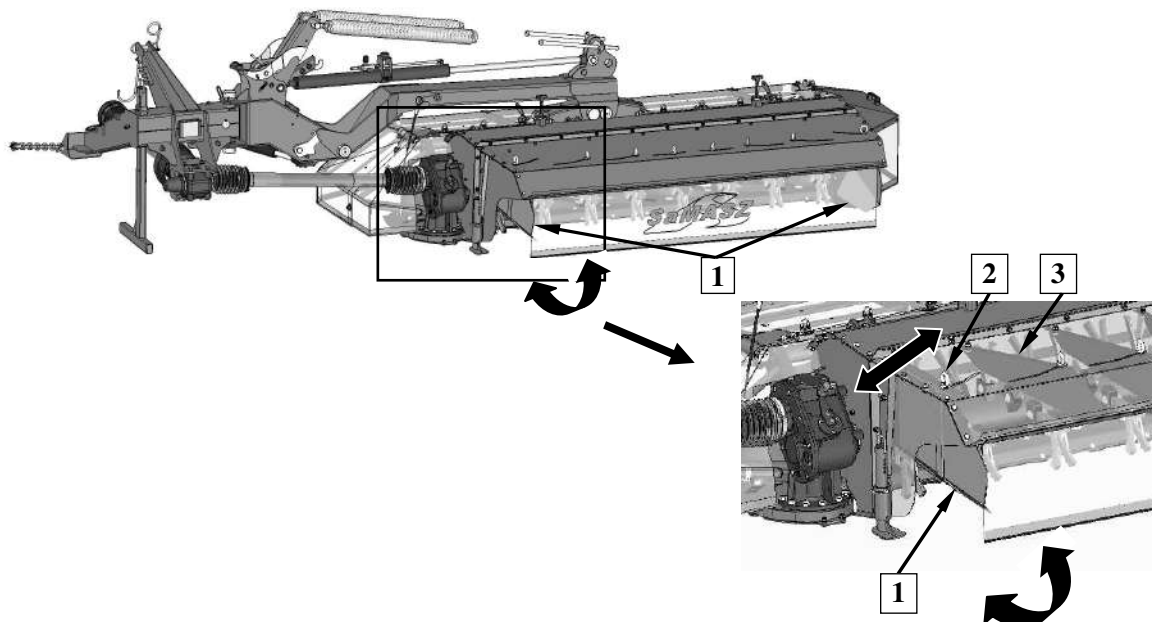

Рис. 27. Регулировка скребков покоса: 1- скребок покоса, 2 – регулировочный болт, 3 - рулевое колесо покоса
С целью установки ширины покоса следует совершить регулировку скребков покоса (1) (Рис. 27) (касается: **KDTC 260 S, KDTC 261 S/SL, KDTC 300 S, KDTC 301 S/SL**):
- травить болт с петлей (2) скребка покоса,
- установить скребок покоса (1) в зависимости от требования,
- докрутить болт (2),
- равномерное раскладывание покоса можно регулировать рулевыми колесами (3) аналогичным образом как регулируются скребки.